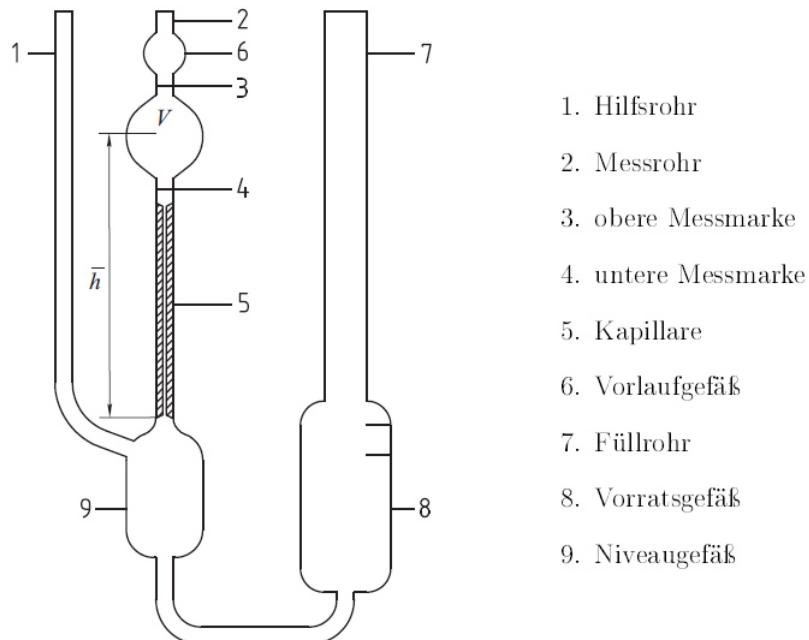

Abbildung 5.1: Prinzipbild des Viskosimeters
5.1 Gegeben ist das in Abbildung 5.1 dargestellte Viskosimeter. (2 Punkte)
5.1.1	Wie heißt das in Abbildung 5.1 gezeigte Viskosimeter?